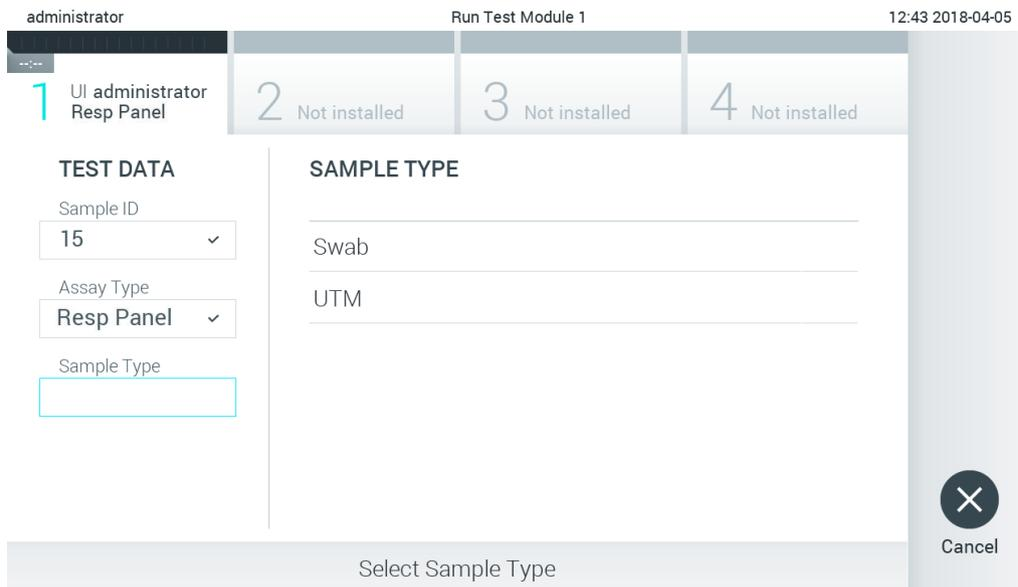

図 78. サンプルの種類を選択。
5. Assay Type（アッセイの種類）フィールドに自動的に入力され、必要に応じて、適切な Sample Type（サンプルの種類）をリストから手動で選択する必要があります（図 78）。